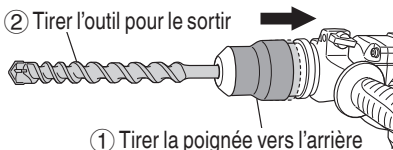

Fig. 3
- (3) Tirer sur l'outil pour s'assurer qu'il est bien verrouillé à fond.
- (4) Pour retirer l'outil, tirer complètement l'attache coulissante dans le sens de la flèche et sortir l'outil (Fig. 3).